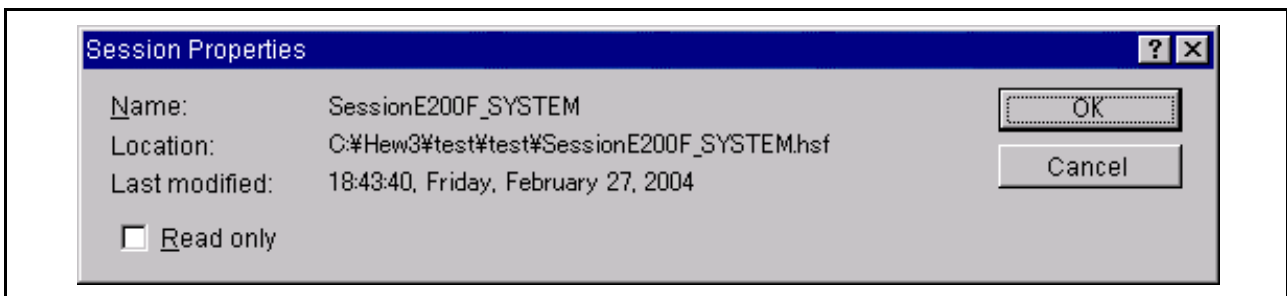

图 4.36 [Session Properties]（会话属性）对话框
3. 单击 [Properties]（属性）按钮，以显示 [Session Properties]（会话属性）对话框（图 4.36）。